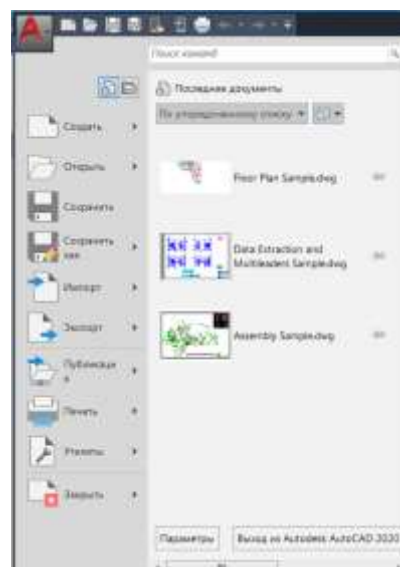

Рис. 5. Меню приложений
3. В левом верхнем углу под кнопкой с пиктограммой **A** располагается **«Меню приложений»** (рис. 5), предназначенное для работы с файлами. В нем содержатся стандартные, привычные для всех приложений Windows, инструменты. В правой части окна находится список из последних документов, с которыми работали, у этого списка есть несколько представлений: мелкие, крупные значки, малые и большие изображения. Если необходимо увидеть изображение предварительного просмотра, то нужно навести курсор на файл и появится окошко для просмотра. Также можно переключаться на режим открытых документов.